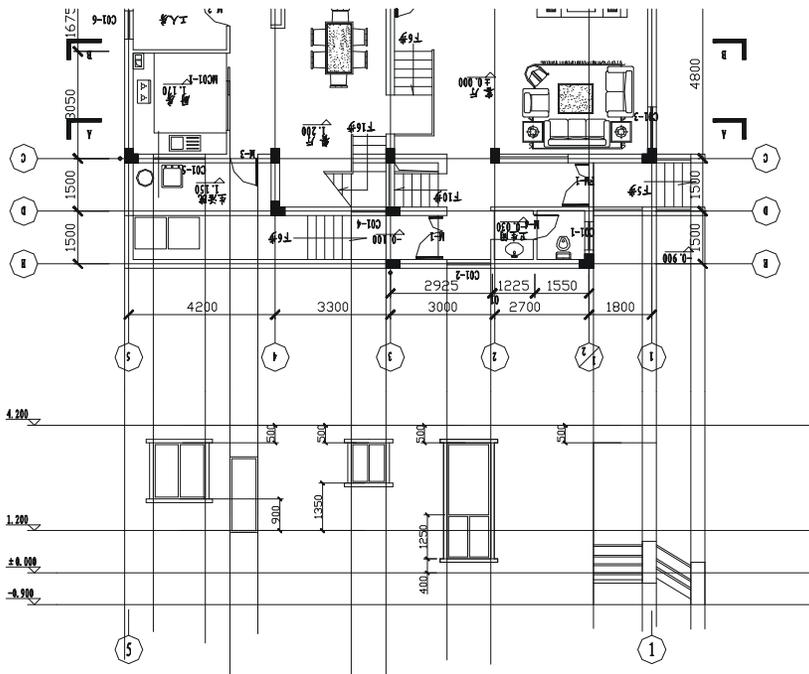

图 10-1-19
**STEP 01** 使用复制命令 COPY，将 ①-⑤ 立面图中的楼层标高线复制一份作为绘制 ⑤-① 立面图使用。
**STEP 02** 将“立面墙线”层设置为当前层，并将复制的楼层标高线放在一层平面图的 ⑤-① 面的下方。
**STEP 03** 引出一层平面图窗户的左右边线，并按照 ①-⑤ 立面图的绘制方法，绘制窗户及窗套等，如图 10-1-19 所示。